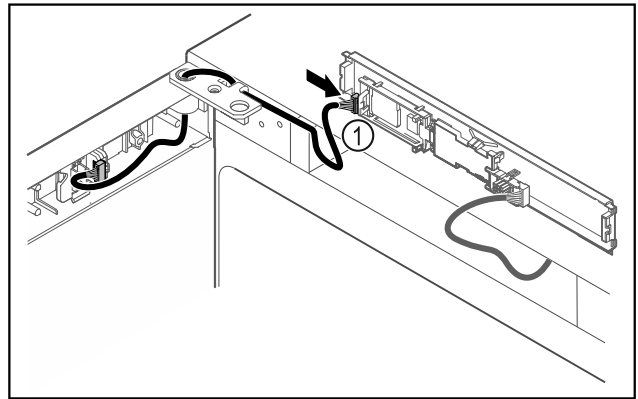

Fig. 45
- ▶ Zapojte zástrčku Fig. 45 (1) na doske plošných spojov.